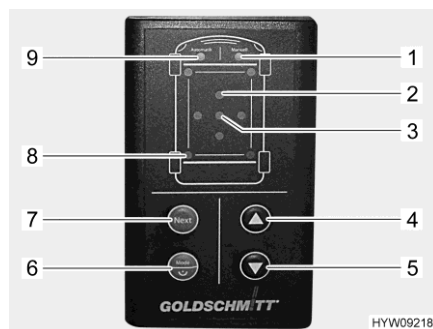

Fig. 41 Elemento di comando (pedini di stazionamento idraulici)
Quando la pendenza del veicolo è troppo elevata, il LED rosso "Inclinazione" (Fig. 41,2) lampeggia. Scegliere posizioni di sosta idonee; qualora non siano adatte, l'utilizzo dei pedini di stazionamento è a proprio rischio e pericolo.
Se a causa di un avvallamento del terreno viene raggiunta la lunghezza massima di uno dei pedini di stazionamento estratti, i LED "Funzionamento manuale" (Fig. 41,1) e "Modalità automatica" (Fig. 41,9) lampeggiano tre volte. In tal caso, chiudere i pedini di stazionamento, posizionare un supporto sotto il piedino interessato e ripetere la procedura.
- Tenere premuto per più di 1 secondo il tasto "On/Off/modalità di funzionamento" (Fig. 41,6). Dopo l'accensione, viene emesso un segnale acustico e il LED "Modalità automatica" (Fig. 41,9) si attiva.
- Premere brevemente il tasto "On/Off/modalità di funzionamento" (Fig. 41,6). La modalità di funzionamento può essere impostata su funzionamento manuale o modalità automatica. Il LED corrispondente (Fig. 41,1 o Fig. 41,9) si illumina.
- Premere il tasto "Apertura" (Fig. 41,5). La procedura di regolazione viene eseguita autonomamente. I LED "Piedino di stazionamento" (Fig. 41,8) lampeggiano quando i pedini di stazionamento sono in movimento.
Se il veicolo è dotato di puntelli ribaltabili: Il movimento dei pedini di stazionamento si arresta dopo che questi sono stati ribaltati per consentire di posizionare sotto un supporto. Il LED "Modalità automatica" (Fig. 41,9) lampeggia rapidamente.
- Premere di nuovo il tasto "Apertura" (Fig. 41,5). La procedura di regolazione prosegue.
- Premere il tasto "Chiusura" (Fig. 41,4). I piedini di stazionamento si ritraggono completamente. I LED "Piedino di stazionamento" (Fig. 41,8) lampeggiano quando i piedini di stazionamento sono in movimento.
- In modalità automatica, premere brevemente il tasto "On/Off/modalità di funzionamento" (Fig. 41,6). Il LED "Funzionamento manuale" (Fig. 41,1) si illumina.
- Prestare attenzione ai LED "Inclinazione" (Fig. 41,2). Se un LED è illuminato, significa che il veicolo deve essere sollevato in corrispondenza del lato indicato.
- Premere il tasto "Next" (Fig. 41,7) fino a quando viene selezionato il paio di piedini di stazionamento desiderato. I relativi LED "Piedino di stazionamento" (Fig. 41,8) si illuminano.
- Premere il tasto "Chiusura" (Fig. 41,4) o "Apertura" (Fig. 41,5) fino al raggiungimento della posizione desiderata.
- Premere di nuovo il tasto "Next" (Fig. 41,7) fino a quando viene selezionato un altro paio di piedini di stazionamento. Proseguire con la procedura fino al completo allineamento del veicolo. Il veicolo è allineato quando il LED verde "Posizione ok" (Fig. 41,3) si illumina.
- Premere contemporaneamente i tasti "On/Off/modalità di funzionamento" (Fig. 41,6), "Apertura" (Fig. 41,5) e "Chiusura" (Fig. 41,4) e tenerli premuti per 3 secondi.
- Dopo la conferma acustica e l'illuminazione del LED "Posizione ok" (Fig. 41,3), rilasciare i tasti. La posizione viene salvata come Posizione ok.